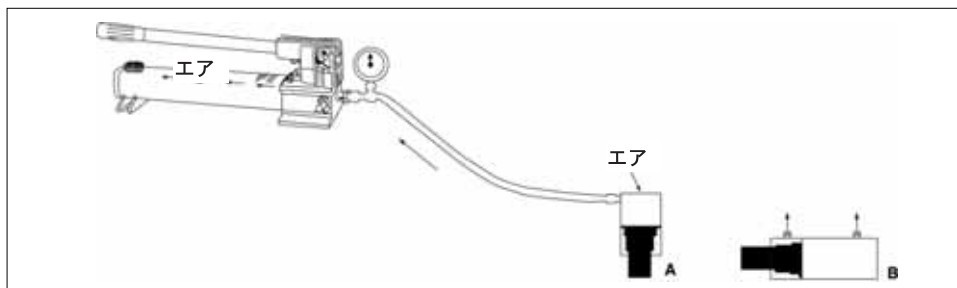

図9
シリンダシステムからエアを抜くと、シリンダの前進、戻りがスムーズになります（図9参照）。
6.1 単動シリンダ (A) 付きポンプ
- ピストン側を下にして（引きシリンダ使用の場合は上）シリンダを置きます。下の図9参照。
3. シリンダを水平な位置に置きます。図9参照。